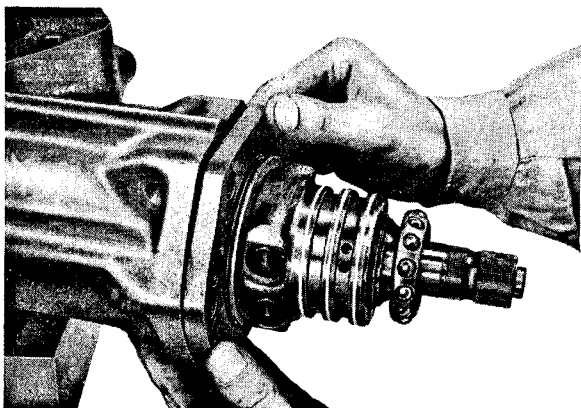

Fig. 39.
Zuiger (100) compleet met tussenflens (140) en wormas (40) in het huis plaatsen (fig. 39). Ter bescherming van de afdichtingen (103 en 104) kan men met behulp van een plaatstalen bandje de ringen samendrukken. Kleine O-ringen (142) aanbrengen.
Introduire le piston complet avec la bride inter- médiaire (140) et la vis sans fin dans le boîtier (fig. 39). Pour protéger les bagues d'étanchéité (103 et 104) l'on peut resserrer les bagues au moyen d'un jonc métallique. Ajouter des petites bagues toriques (142).